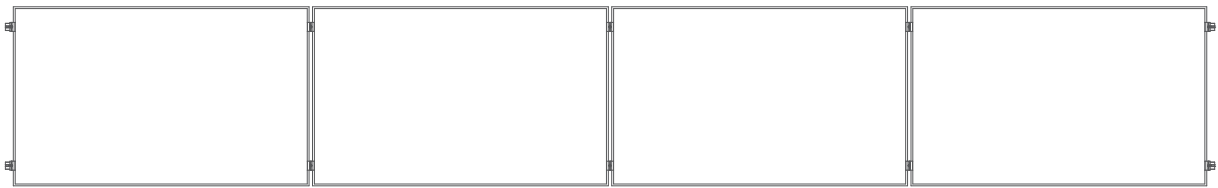
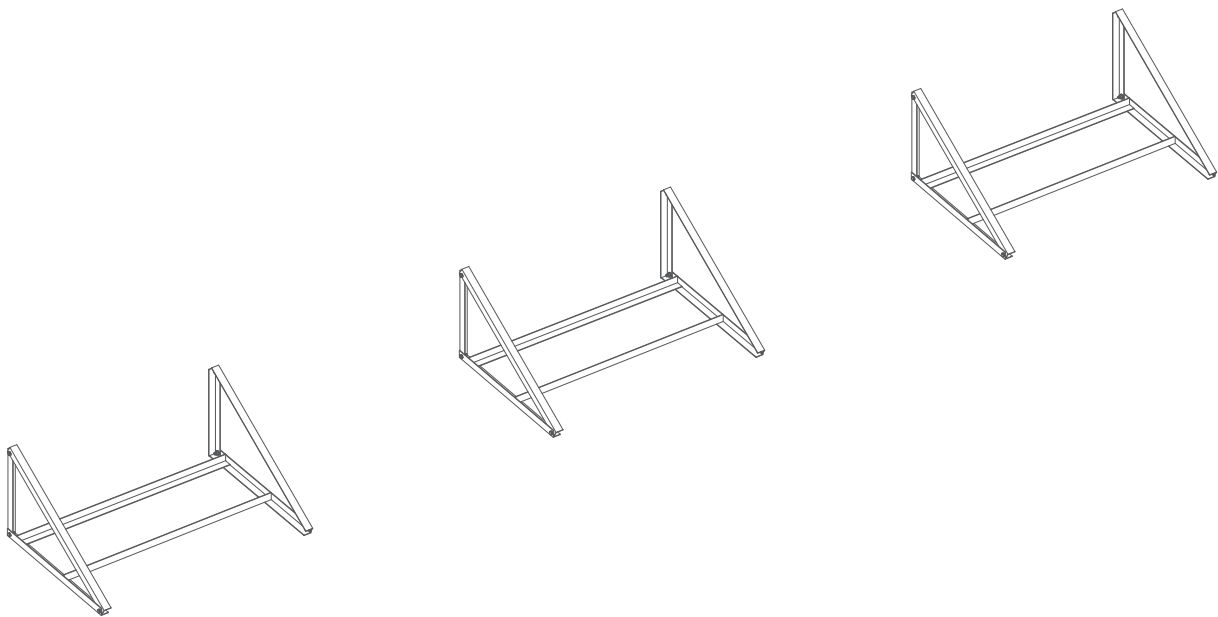

Abb. 1. Plan für die Anordnung der Module
Abb. 2. Anordnung der Montagetriangulate
- 1 Bevor Sie mit dem Montieren beginnen, sollten Sie den Plan für die Anordnung der Module (Abb. 1) und die Montagetriangulate (Abb. 2) bestimmen.